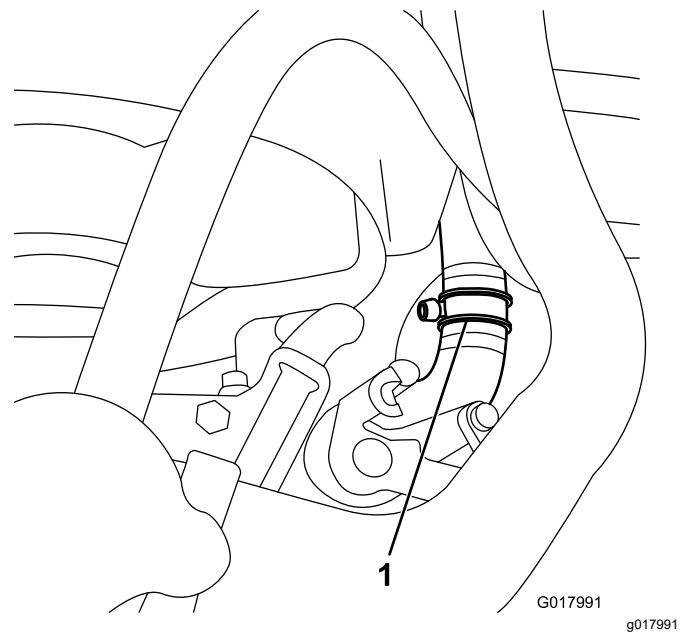

Bild 33
3. Schneiden Sie den unteren Kühlerschlauch ungefähr 54 mm vom Ende des Schlauches durch, der zum Kühler verläuft (**Bild 33**).
4. Schließen Sie das T-Anschlussstück mit zwei breiten Schlauchklemmen an jedes neue abgeschnittene Ende des unteren Kühlerschlauchs an (**Bild 33**).